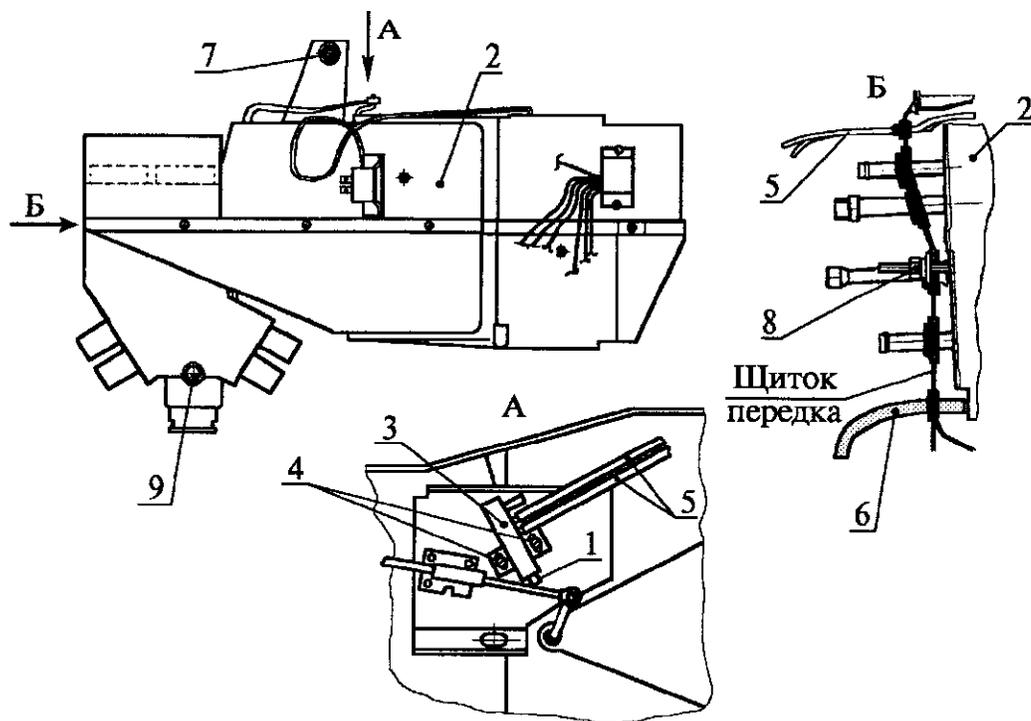

Рис. 22. Установка блока обработки воздуха:
5.1. Проверить положение штока 1 (рис. 22) клапана 3 заслонки тепло-холод на блоке 2 обработки воздуха.